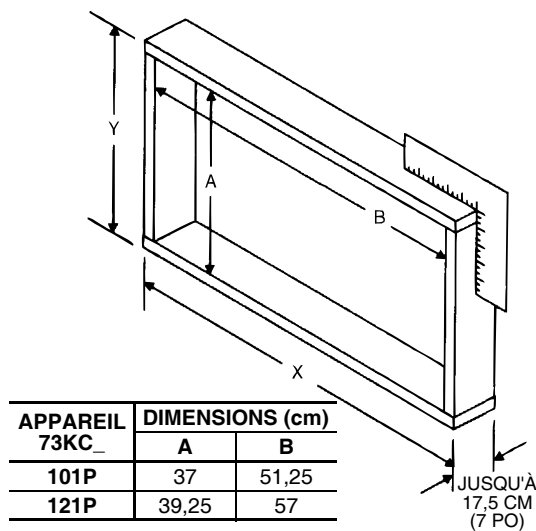

FIGURE 21 — CONSTRUCTION DU CADRE
7. Respectez tous les codes du bâtiment locaux lorsque vous construisez et installez des cadres. Construisez un cadre de bois que vous placerez dans le mur autour de l'appareil. Le cadre renforcera l'ouverture murale à l'endroit où est installé le climatiseur. En outre, il permettra de fixer l'appareil au mur. Pour que l'appareil se loge dans le cadre, le cadre doit avoir des dimensions internes de 18,3 cm (20,5 po) de large par 37 cm (14,8 po) de haut pour les climatiseurs de modèle 73KC_101P ou de 57 cm (22,8 po) de large par 39,25 cm (15,7 po) de haut pour les climatiseurs de modèle 73KC_121P. Consultez la Figure 21. La profondeur du cadre doit correspondre sensiblement à la profondeur du mur. Pour déterminer la taille de l'ouverture dans le mur, on doit ajouter l'épaisseur du cadre à ses dimensions.